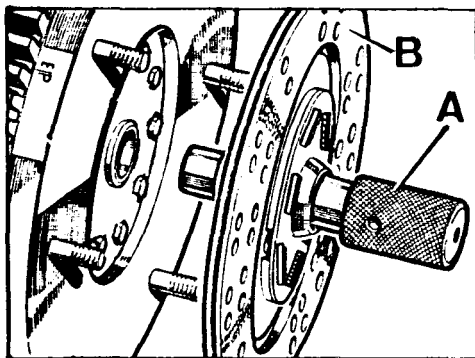

Fig. A1-96 Montaje del disco de embrague
- 2.5. Situar el disco de embrague sobre el volante con la parte más larga del núcleo central, hacia el motor, y centrarlo con un útil preparado para tal efecto, A (Fig. A1-96) o bien con un trozo de eje primario.
- 2.9. Retirar el útil centrador, A (Fig. A1-96) y proseguir el montaje de la caja de velocidades.